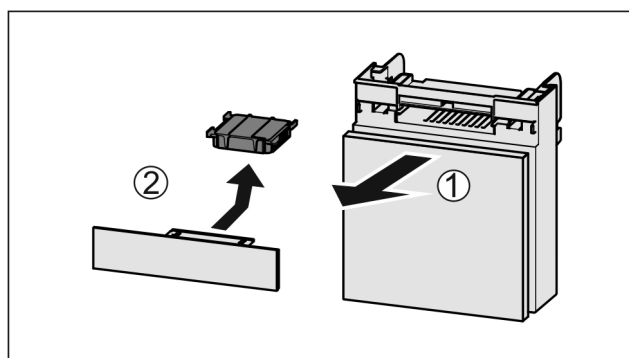

Fig. 218
- Extrageți Fig. 218 (1) compartimentul către înainte.
- Scoateți Fig. 218 (2) filtrul de cărbune activ.